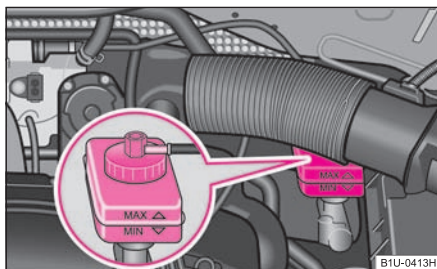

Fig. 149 Vano motor: Depósito del líquido de frenos
- Verifique el nivel de líquido de frenos en el depósito ⇒ fig. 149. El nivel debe encontrarse entre las marcas "MIN" y "MAX".